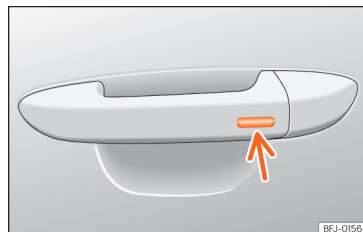

Abb. 113 Türgriff: Sensorfläche.
- Halten Sie einige Sekunden lang einen Finger über die Verriegelungssensorfläche »» **Abb. 113** (Pfeil) am Türgriff, damit das Dach geschlossen wird. Wenn Sie die Sensorfläche nicht mehr berühren, wird die Schließfunktion unterbrochen.